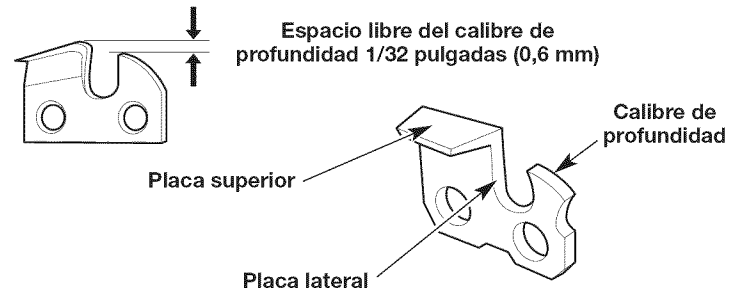

Fig. 33
- Mantenga la lima a nivel con la placa superior del cortador (Fig. 33). No deje que la lima baje o se balancee. Aplique una presión leve pero firme.